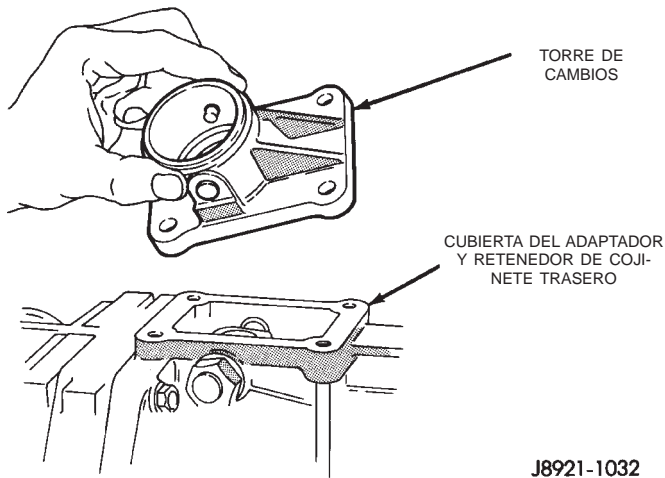

Fig. 17 Desmontaje de la torre de cambios
- (5) Retire los pernos que fijan la torre de cambios a la caja de transmisión.
- (6) Retire la torre de cambios de la caja de transmisión (Fig. 17).